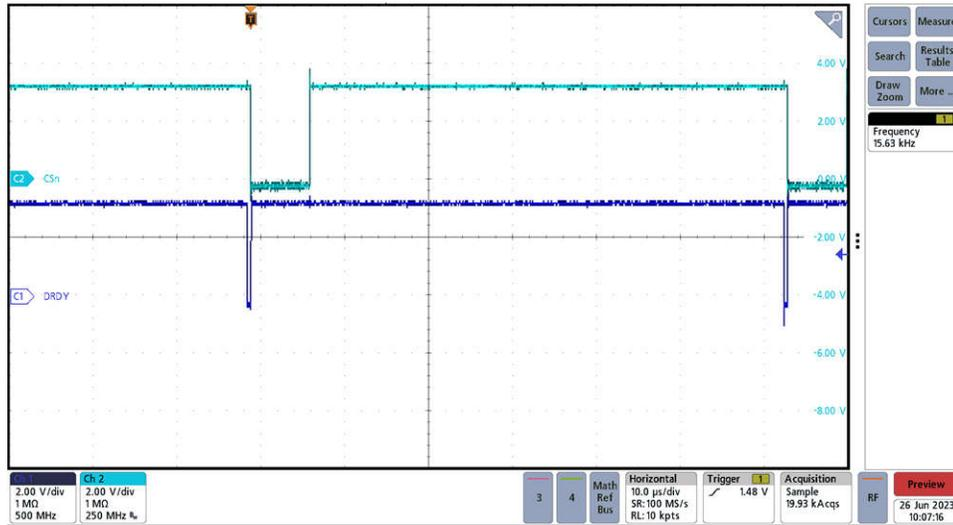

图 3-12. 外部 ADC 的 CSn 和 DRDY 信号
4. 如果频率为 15.625kHz，则使用示波器检查外部 ADC 的 `DRDY` 信号。图 3-12 显示了 MCU 运行时 ADS131M08 的 `DRDY` 和 `CS` 信号。